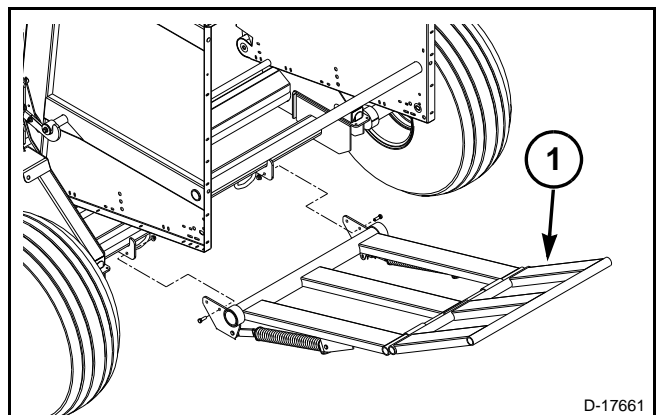

FIG. 12
FIG. 12: La rampa para fardos (1) permite detener y quitar un fardo de la cámara de fardos sin tener que retroceder. El fardo sale de la cámara y rueda por la rampa. La rampa para fardos vuelve a su posición inicial para mantener al fardo alejado de la compuerta trasera mientras ésta se cierra.